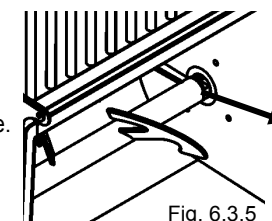

Fig. 6.3.5
- Fare attenzione che le pale siano posizionate in modo tale da avere lo spazio necessario per l'estrazione delle stesse. Fig. 6.3.5